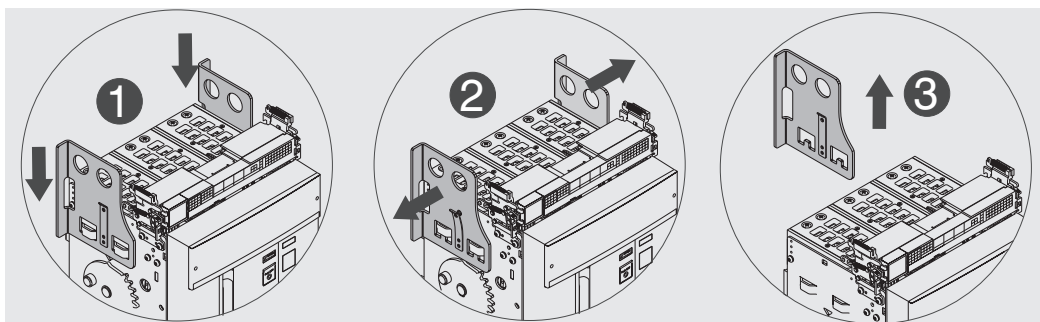

Figure 41
5. Décrocher la languette et enlever les plaques de levage de la partie mobile. Voir Figure 41.